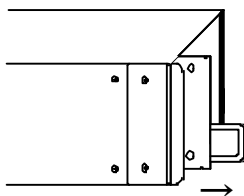

図 4-2 メインモジュールの着脱
(3)メインモジュール交換の場合は、交換するメインモジュールの取っ手を手前にまっすぐ引き抜きます。(図 4-2)